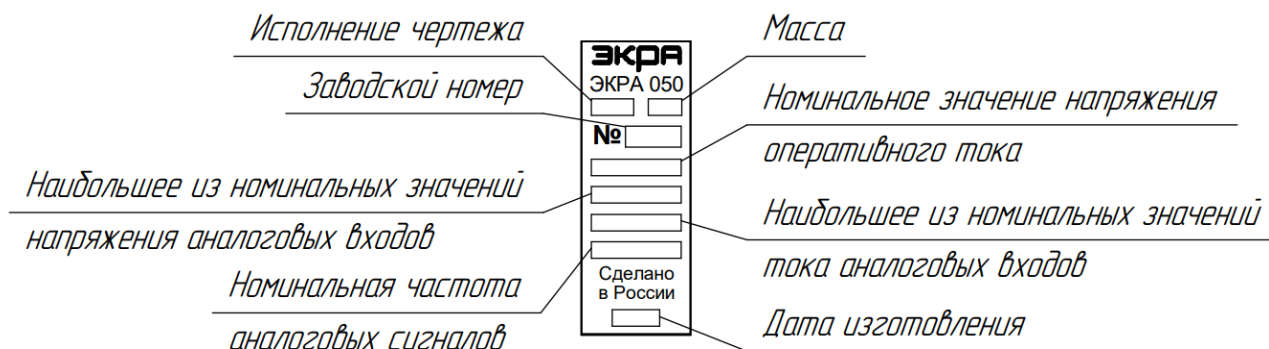

Рисунок 19 – Расшифровка обозначений на маркировочной табличке
1.6.2 Маркировочная табличка размещается на задней плите устройства. На табличке указывается следующая информация (см. рисунок 19), панель управления и индикации выносная имеет на задней плите табличку согласно рисунку 20.